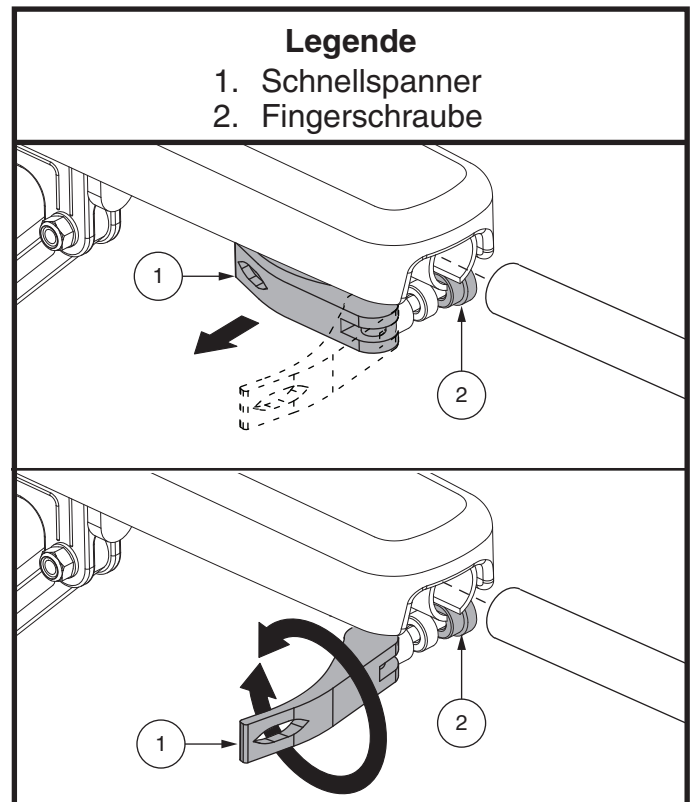

Abb. 9. Montage/Demontage von Armlehnenkomponenten
2. Lösen Sie den Schnellspanner und dann die Fingerschraube. **Siehe Abb. 9.**
4. Schwenken Sie die Armlehne der Steuerung nach oben. Lösen Sie den Schnellspanner und dann die Fingerschraube. **Siehe Abb. 9.**